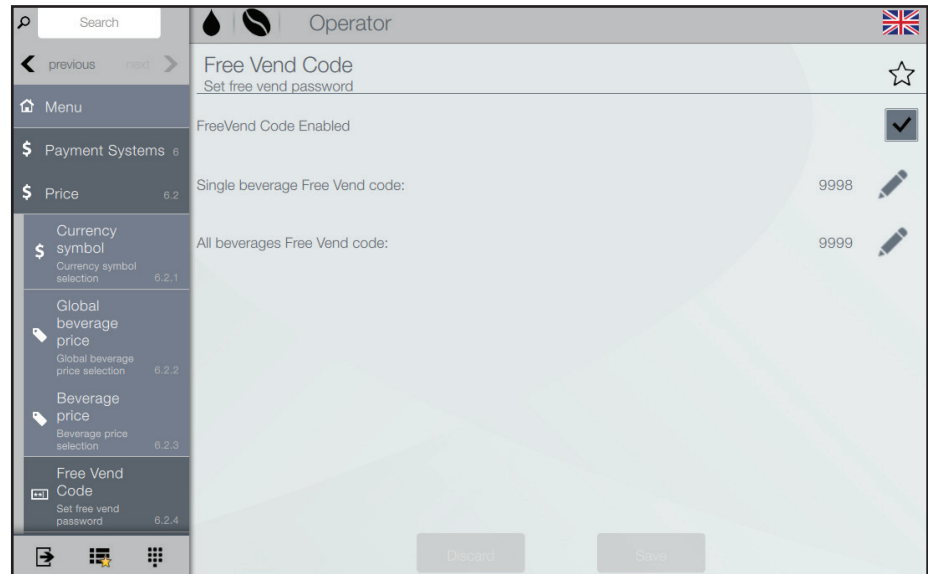

Fig. 7.1 - Code de ventes gratuites
- Activez/désactivez/modifiez le code de vente gratuite (fig. 7.1)